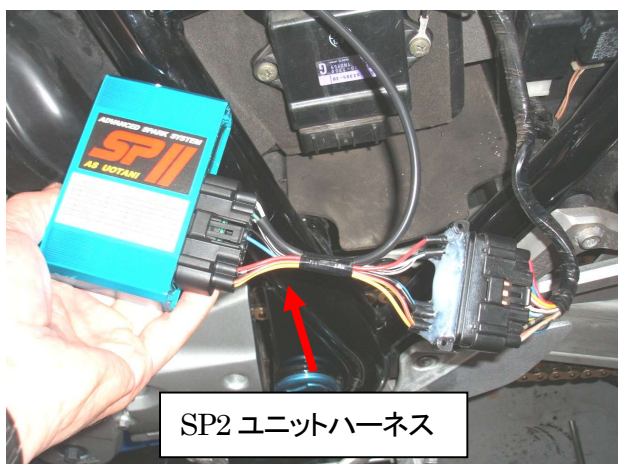
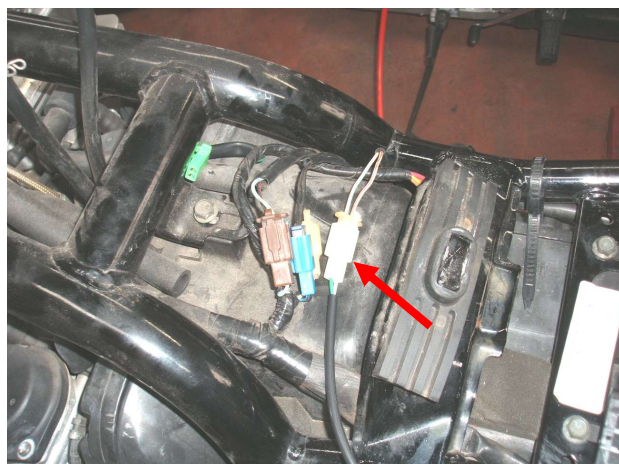

図1、SP2 コントロールユニットの接続
図2、ピックアップコネクタの接続
- ①シート、左サイドカバーを外し、ノーマルイグナイタユニットを取外して下さい。そのコネクタに SP2 ユニットハーネスを使用し、SP2 コントロールユニットを接続して下さい(図1)。ガソリタンク後部下のピックアップコネクタ (2極、白/赤、白/緑)と SP2 ユニットハーネスの2極コネクタ(白、緑)を接続して下さい(図2)。ノーマルコイルのままエンジンを始動させ、作動を確認して下さい。
- ②アルミプレートをノーマルイグナイタを外した位置に取付け、ユニットを水などが溜まらないようにスイッチ面を横向きにして、両面接着シート、タイラップで固定して下さい。
- ③ガソリタンクを外しノーマルイグニッションコイルを取外して下さい。
- ④8ページ「プラグコードコネクタ装着方法」に従ってプラグコードを SP2 コイルに装着して下さい。プラグコード／キャップはリーク防止のため、新品又は良品を使用して下さい。